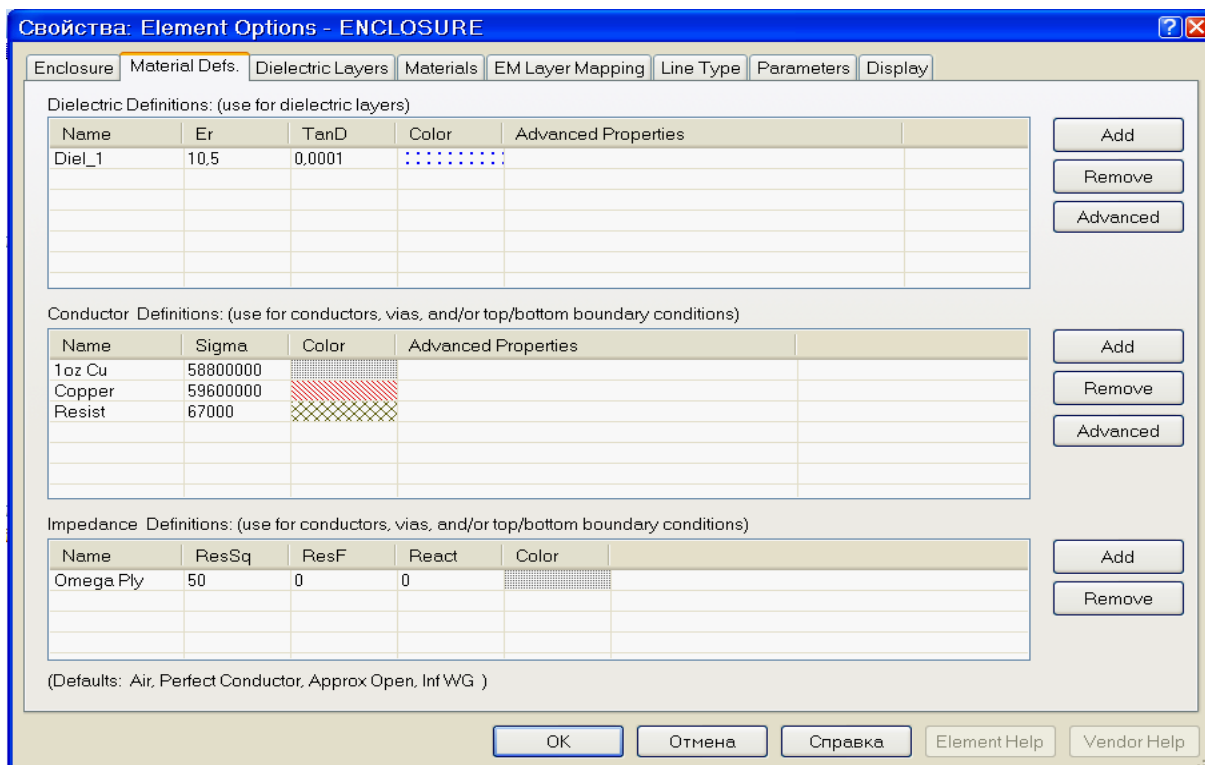

Рис. 6.98
5. В столбце **Color** для проводника **Copper** дважды щёлкните мышкой и выберите красный цвет. Для **Resist** выберите чёрный цвет. Этими цветами будут отображаться соответствующие элементы топологии при черчении в двухмерном отображении топологии. Вкладка **Material Defs** будет выглядеть, как показано на рис. 6.98.